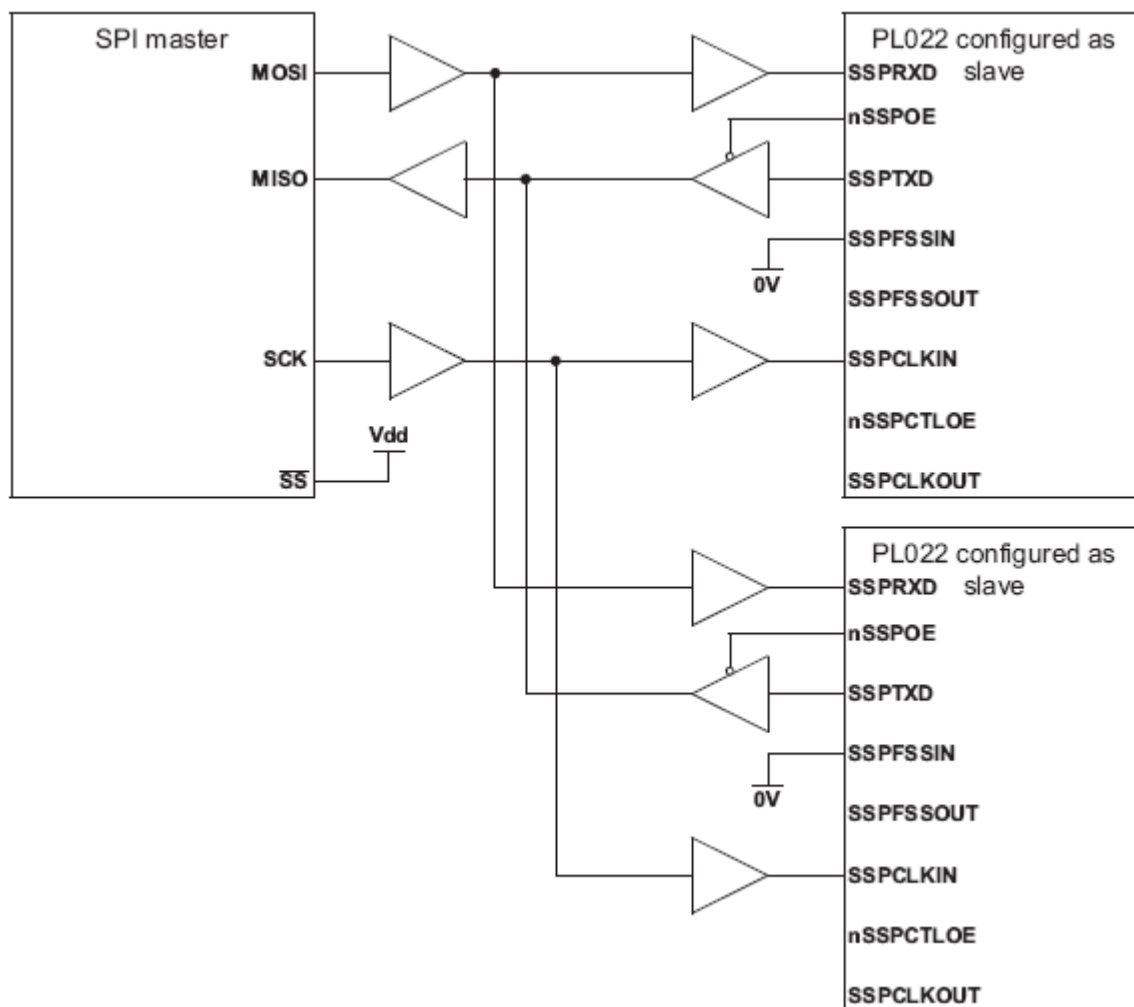

Рисунок 113 – Ведущее устройство, протокол SPI, подключено к двум ведомым модулям SSP
Рисунок 113 показывает ведущее устройство, поддерживающее протокол SPI фирмы Motorola, соединенное с двумя модулями SSP, сконфигурированными для работы в ведомом режиме. Линия Slave Select (SS) ведущего устройства в этом случае установлена в высокий логический уровень. Ведущее устройство осуществляет передачу данных по линии MOSI циркулярно в адрес двух ведомых модулей.